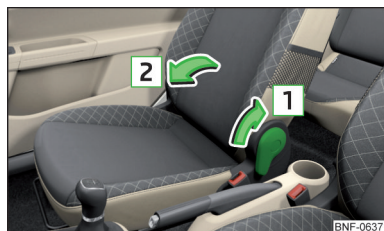

Fig. 54
- Tire de la palanca en el sentido de la flecha **1** » fig. 54.